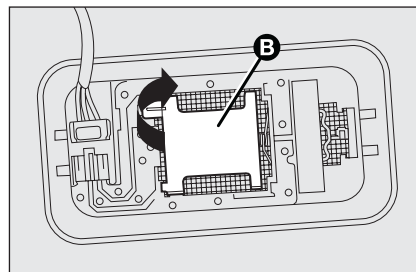

fig. 41
- ☐ abrir la tapa **B-fig. 41** como se indica;
- ☐ cerrar la tapa **B-fig. 41** y fijar la lámpara de techo en su alojamiento asegurándose de que habiéndola bloqueado.